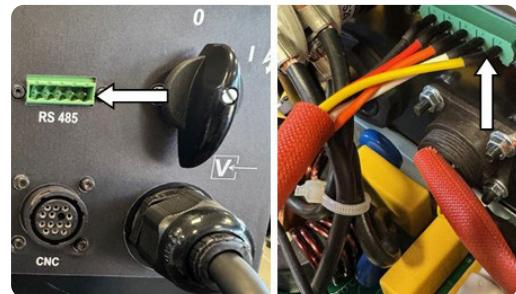

Fig. 10
- ◆ Inserte el conector Modbus RS485 rectangular verde presente en un extremo de la conexión 5587467 (pos.6) en la ventana ahora disponible que estaba debajo de la placa anterior y fíjelo como se muestra en la fig.10. **¡ATENCIÓN!**: coloque la junta aislante negra entre la conexión Modbus RS485 y el interior del panel trasero